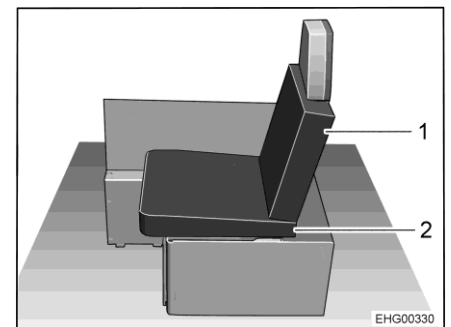

Bild 22 Nach Umbau
- Eines der Sitzpolster der linken Längssitzbank als Sitzpolster (Bild 22,2) auf die Sitztruhe legen. Dabei Keilform des Sitzpolsters beachten: Das Sitzpolster muss leicht zur Rückenlehne geneigt sein (siehe Bild 22).
- Eines der mitgelieferten Zusatzpolster als Rückpolster (Bild 22,1) an der Rückenlehne des Stecksitzes anbringen.